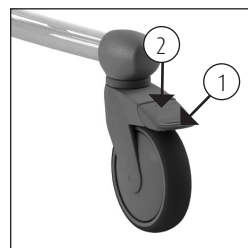

Figure 1. Roue pivotante.
- La chaise Tango XL peut être freinée en enfonçant du pied la languette bleue (1) de la roue (Cf. figure 1).
- Pour déverrouiller le frein de la chaise Tango XL, relevez cette languette en appuyant sur la partie supérieure de celle-ci (2) (Cf. figure 1).